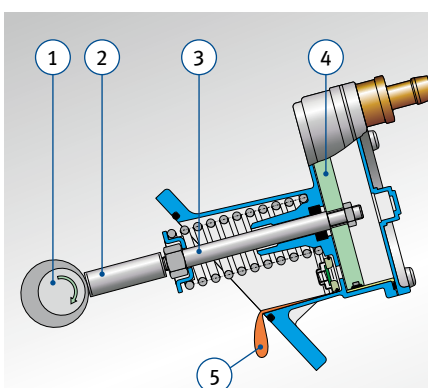

Рис. 1: рекомендуемое монтажное положение
Поршневой вакуумный насос приводится в действие от распределительного вала (1) при помощи промежуточного толкателя (2). В рекомендуемом монтажном положении моторное масло стекает обратно в двигатель (рис. 1).